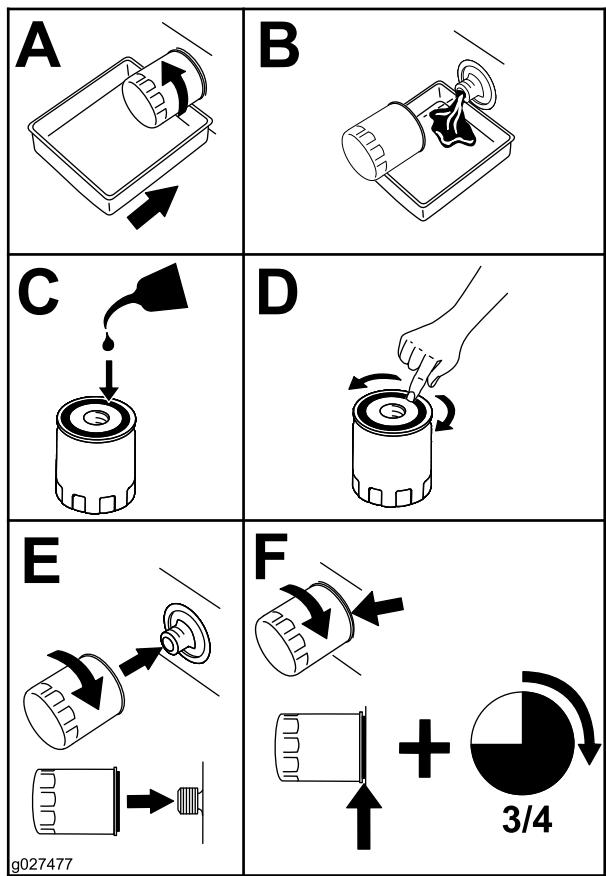

Figura 33
4. Sustituya el filtro de aceite (Figura 33).